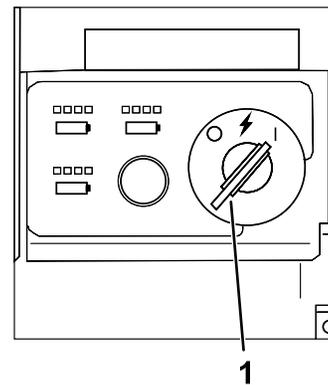

Figura 17
3. Girate la chiave in posizione di FUNZIONAMENTO per accendere la macchina. Figura 17